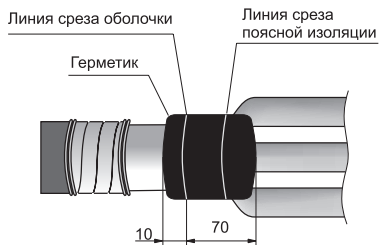

Рисунок 7
4.18 Обмотать длинную ленту герметика по краю металлической оболочки с заходом на 10 мм на оболочку и на 70 мм по жилам кабеля, удаляя разделительную бумагу (рисунок 7).